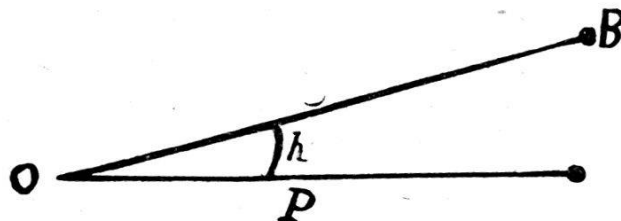

FIG. 7.
*Exemple :* L'angle de site est l'angle que fait OB (ligne de mire) avec le plan horizontal (fig. 7).